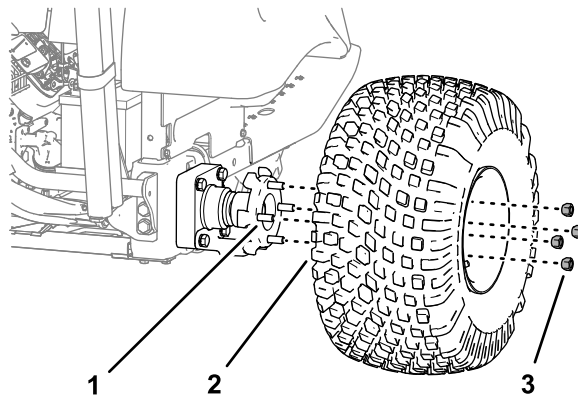

Figure 30
2. Retirez les 4 écrous qui fixent la roue au moyeu, puis déposez la roue complète (Figure 30).
7. Montez la roue complète sur les goujons de roues (Figure 30) à l'aide des 4 écrou de roue que vous avez retirés à l'opération 2, et serrez les écrous à la main.